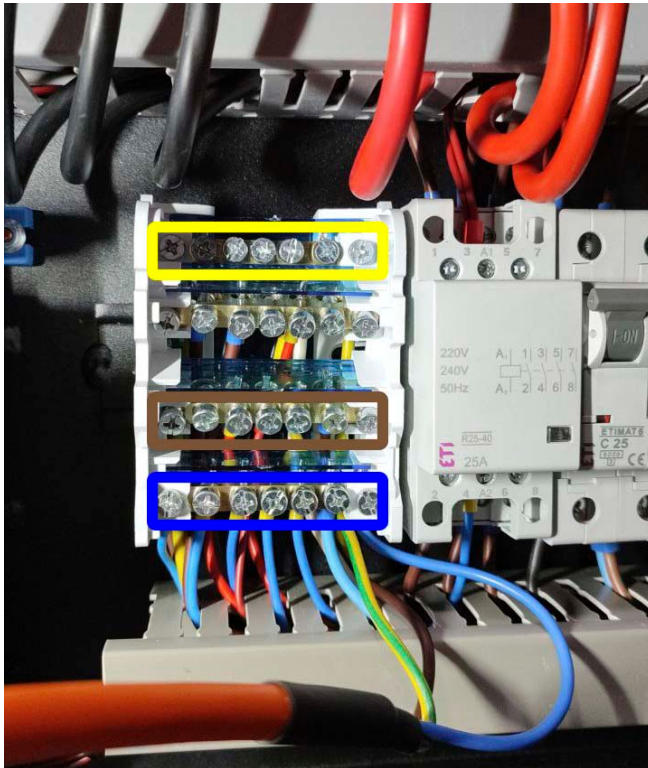

Figura 11
4.2. Conecte los cables a los lugares que se muestran en la figura 11. El color indica dónde conectar el cable del color correspondiente.